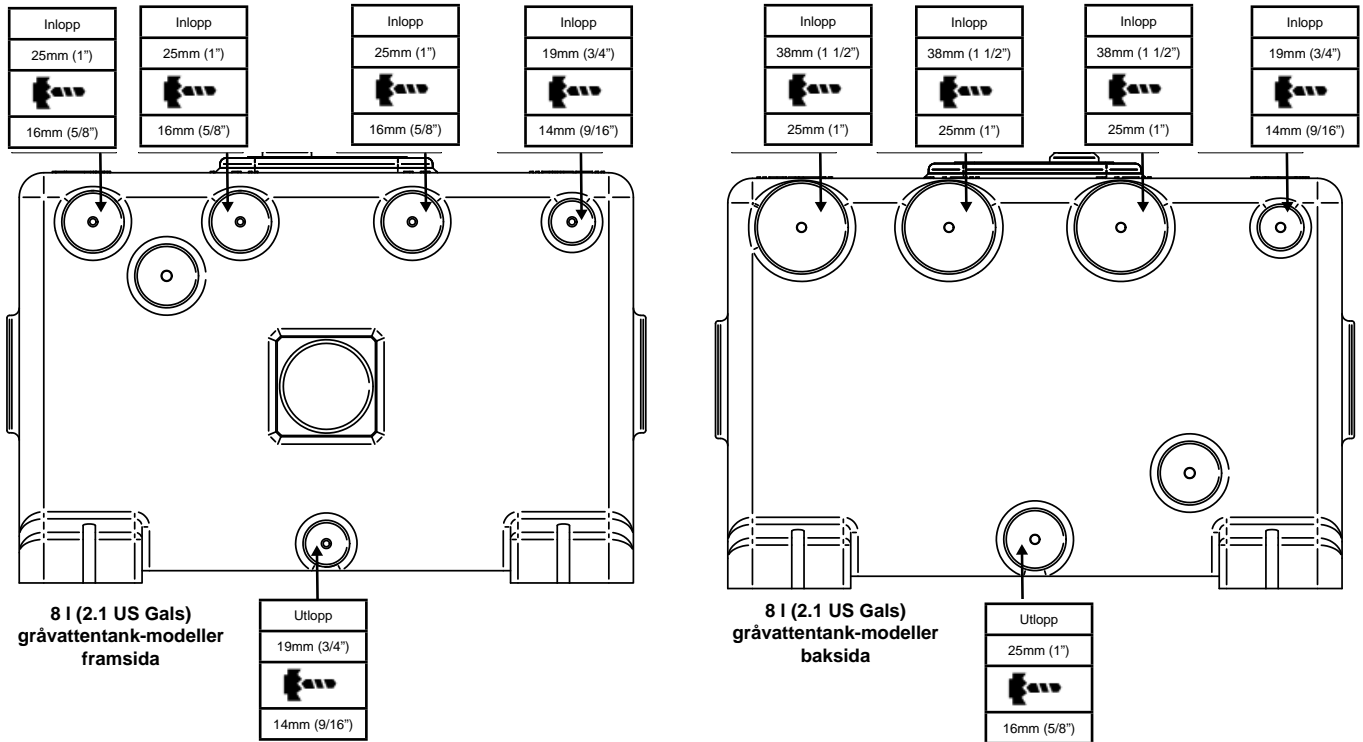
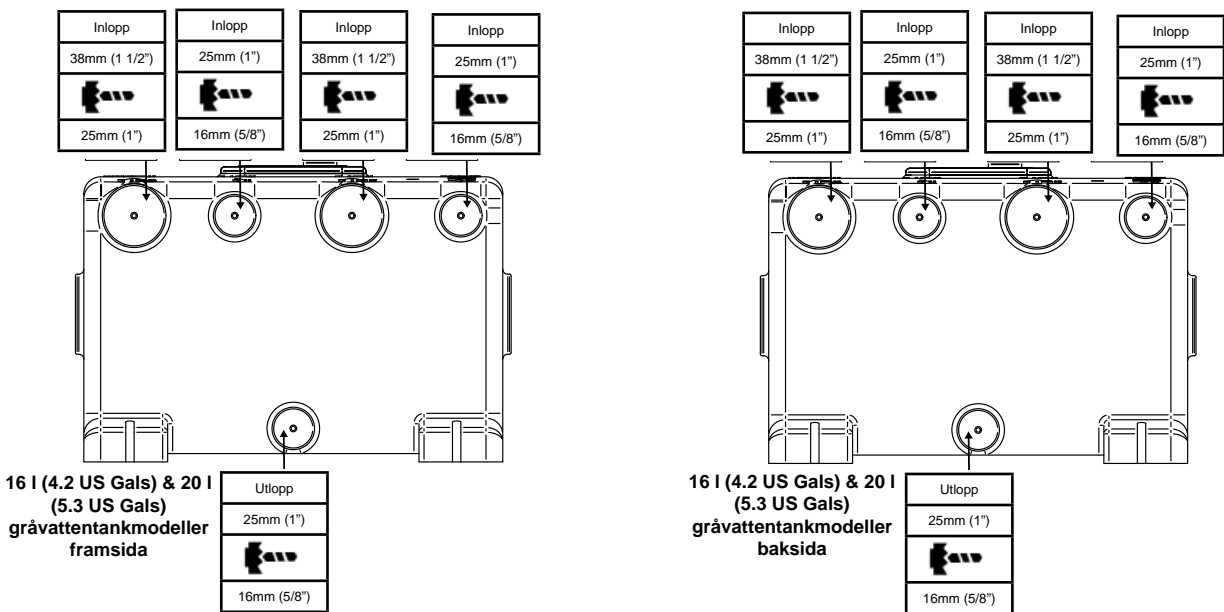

Fig. 3 Portdimensioner och rekommenderade borrhåtdiametrar för 8 l (2.1 US Gals) grävattentankmodeller
Fig. 4 Portdimensioner och rekommenderade borrhåtdiametrar för 16 l (4.2 US gals) och 20 l (5.3 US gals) tankmodeller
- Fig. 3 Portdimensioner och rekommenderade borrhdiometrar för 8 l (2.1 US gals) modeller av grävattentank
- Fig. 4 Portdimensioner och rekommenderade borrhdiometrar för 16 l (4.2 US gals) och 20 l (5.3 US gals) modeller av grävattentank
Step 1: Borra endast de portar som skall användas i installationen. Portdimensioner och rekommenderade borrhåtdiametrar framgår av fig. 3 för 8 l (2.1 US Gals) tankmodeller, och fig. 4 för 16 l (4.2 US Gals) och 20 l (5.3 US Gals) tankmodeller. Se till att allt spån avlägsnas från insidan av tanken efter borrhöring.